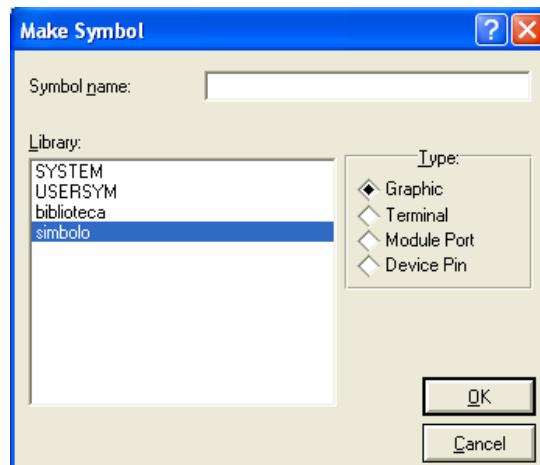

Figura 49: Janela Make Symbol.
15. Para salvá-lo como símbolo na biblioteca. Selecione o símbolo, clique sobre ele com o botão direito. Escolha a opção **Make Symbol**. Isto abrirá a janela **Make Symbol**, conforme figura 49.